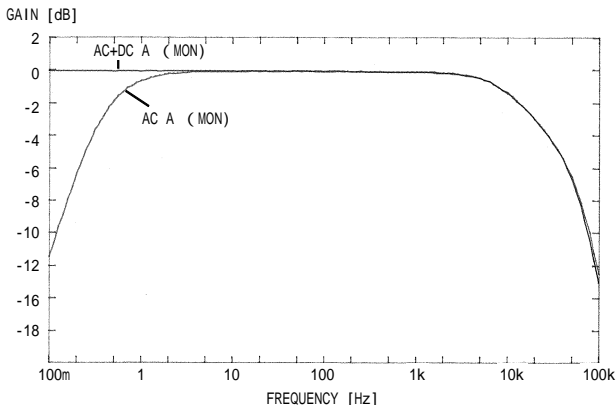

図1 電流出力周波数特性
- ・測定の実答速度は、フルスケール (f.s.) 入力時に、立上り (0%→90%) は約 250 ms、立下り (100%→10%) は約 500 ms です。(2.2.5 の図 1, 2 参照)
- 測定の応答速度は、フルスケール (f.s.) 入力時に、立上り (0%→90%) は約 250 ms、立下り (100%→10%) は約 500 ms です。（2.2.5 の図 1, 2 参照）
- ・測定の応答速度は、フルスケール (f.s.) 入力時に、立上り (0%→90%) は約 250 ms、立下り (100%→10%) は約 500 ms です。(2.2.5 の図 1, 2 参照)